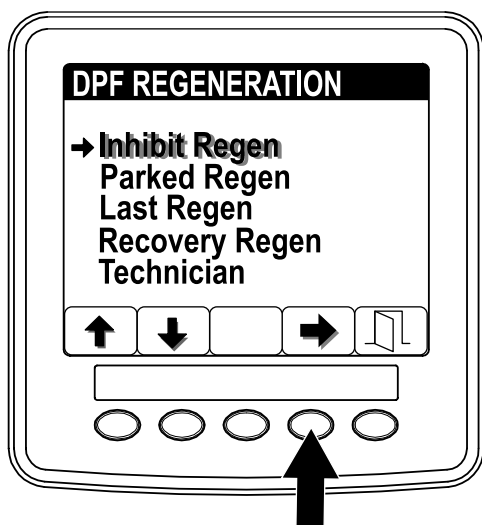

Рисунок 43
1. Перейдите к меню DPF Regeneration (Регенерация DPF) и нажмите кнопку 1 или 2 для прокрутки вниз к опции Inhibit Regen (ЗАПРЕТ РЕГЕНЕРАЦИИ) (Рисунок 43).
2. Нажмите кнопку 4 для выбора позиции Inhibit Regen (Запрет регенерации) (Рисунок 43).